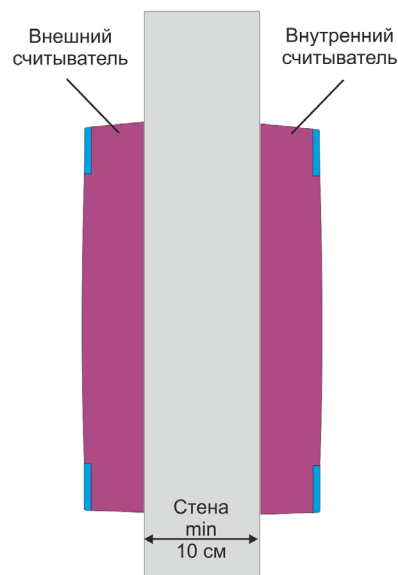

Рисунок 5. Крепление считывателей на одном уровне
- При установке считывателей на одном горизонтальном и вертикальном уровне (рисунок 5) толщина стены должна быть не менее 10 сантиметров.